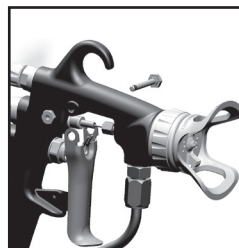

Fig. 13
1. Retirer la gâchette et l'ensemble tuyau de produit. (Voir fig. 13 et 14)